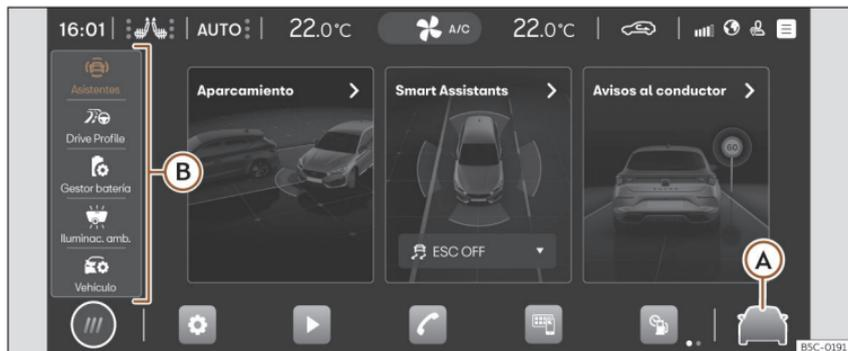

Fig. 70 Representación esquemática: Asistentes y ajustes del vehículo
Pulsando sobre >>> fig. 70 (A), o bien, en el menú principal sobre **Ajustes del vehículo**, se abre el menú de los asistentes y ajustes del vehículo. A continuación, pulsando sobre alguno de los menús situados en la zona izquierda (B), se muestra en pantalla el menú de ajustes o de asistentes seleccionado.